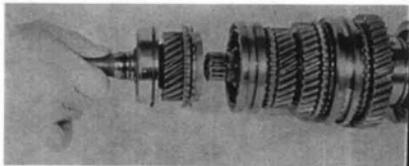

图 10-24
(1) 用手拆下输入轴, 注意不要让高速同步器齿圈脱落, 然后, 斜上前方取出中间齿轮轴 (图 10-24)。